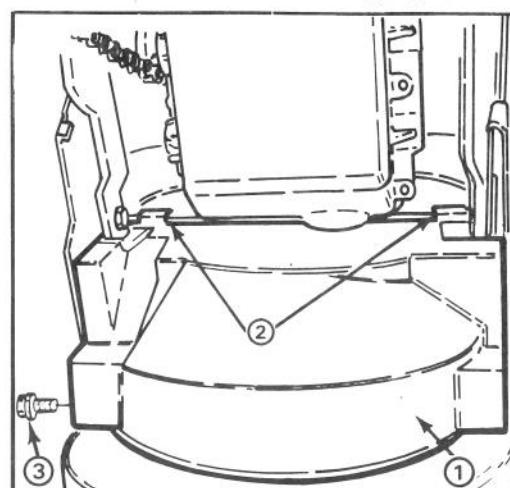

Figure 2
7. Montez le protège-courroie inférieur sur le dessous du carénage de la tarière et le châssis du moteur à l'aide de 2 boulons à tête à collettes de $\frac{1}{4}$ -20 x $\frac{1}{2}$ " de long (fig. 2). Vérifiez que les pattes de montage de protège-courroie sont bien positionnées vers l'arrière de la pièce du châssis du moteur.